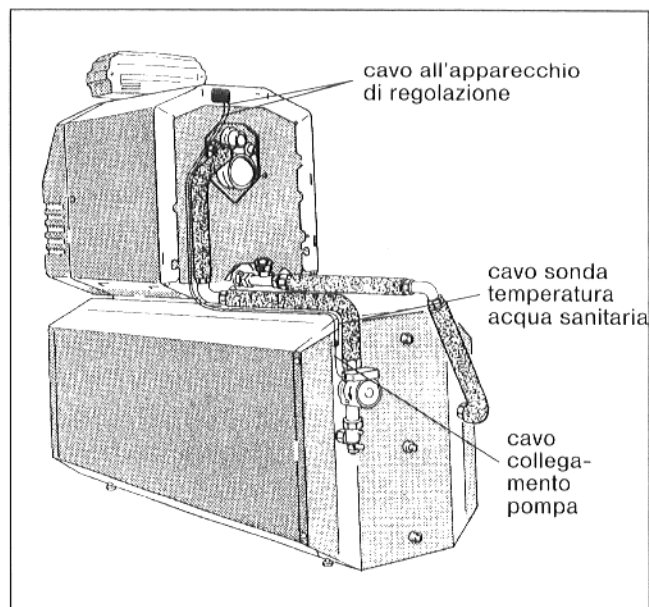

Fig. 12
- Montare l'apparecchio di regolazione (Istruzioni di montaggio caldaia; Fig. 12).